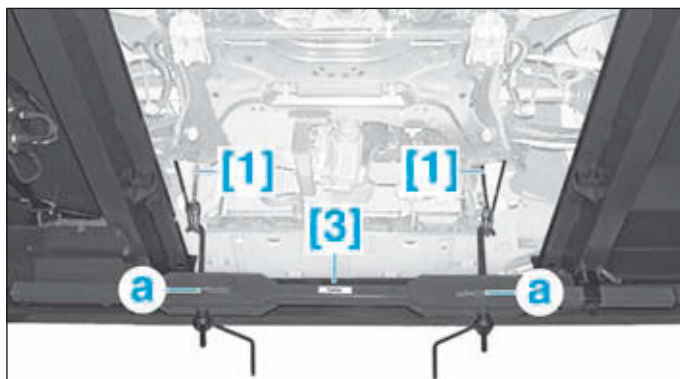

FIG.2
- Placer l'outil [3] en réglant la position (a) la mieux adaptée afin de tirer les outils [1] le plus verticalement possible (Fig.2).